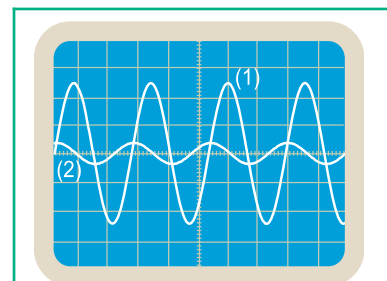

Fig.2 : Oscillogrammes de  $u$  et de  $u_{R_0}$ .
♦ On fixe  $N$  à la valeur  $400 \text{ Hz}$ ,  $U_m$  à  $2 \text{ V}$  et  $R_0$  à  $50 \Omega$  par exemple. Lorsque l'interrupteur  $K$  est ouvert, on observe sur l'écran de l'oscilloscope uniquement l'oscillogramme (1) de la figure 2. En fermant le circuit, on observe, sur l'écran de l'oscilloscope, les oscillogrammes stables (1) et (2) de la figure 2 avec une sensibilité horizontale de  $1 \text{ ms/div}$ .
L'analyse des oscillogrammes de la figure 2 montre que, comme celle de  $u(t)$ , la courbe représentant  $i(t)$  varie sinusoïdalement au cours du temps.